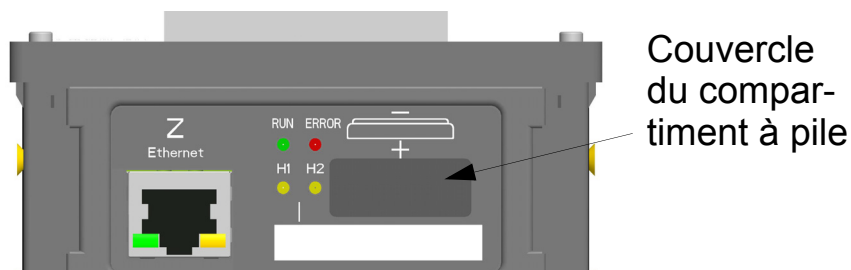

Figure 13-1 Enlever le couvercle du compartiment à pile
1. Enlevez le couvercle du compartiment à pile de la face supérieure de l'appareil (voir Figure 13-1).